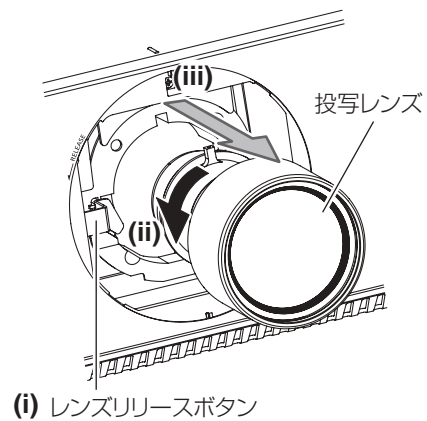

図 2
- 2) レンズリリースボタンを押しながら反時計方向に投写レンズを回しきり、投写レンズを取り出す (図 2)